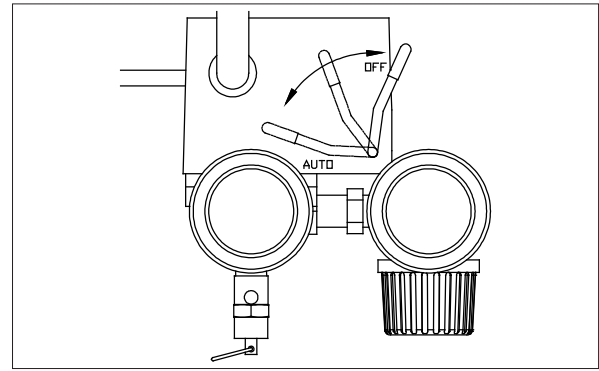

Figura 6 – Interruptor Automático/Apagado
- **Presostato** - Automático (Figura 6) - En la posición **AUTO** el compresor se apaga automáticamente cuando la presión del tanque alcanza el nivel máximo fijado en la fábrica. En la posición **OFF**, el compresor no funcionará. El presostato debe colocarse en **OFF** para conectar o desconectar el cordón eléctrico del tomacorrientes o para cambiar la herramienta neumática.